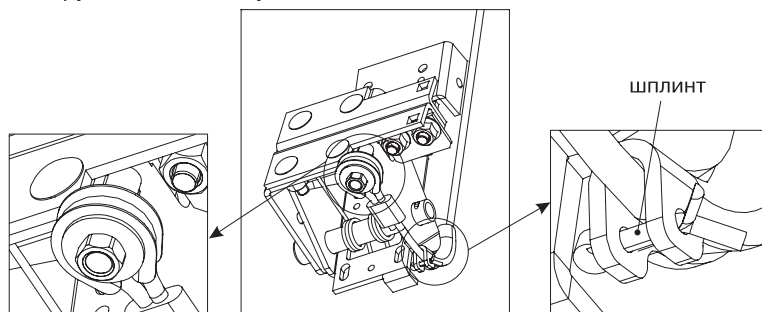

Рис. 27.4
8) надеть петли тросов на резьбовые пальцы нижних кронштейнов (рис. 27.4). Петлю троса разместить между двумя шайбами. Для фиксации троса на резьбовой палец установить гайку. При сборке следует обратить внимание на то, чтобы трос находился в специальном ручье нижнего кронштейна. Для предотвращения выхода троса из ручья необходимо установить шплинт.